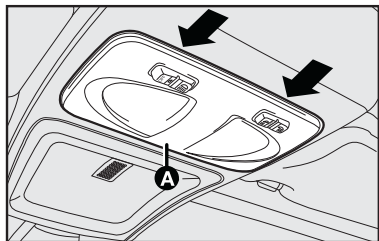

fig. 38
1) Com uma chave de fenda nos pontos indicados **fig. 38**, remover o conjunto da luz interna montada a pressão pelas travas;